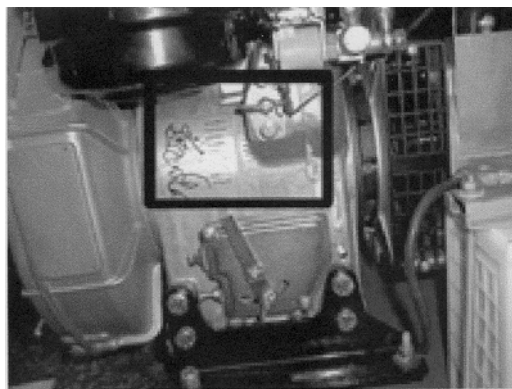

Рис. 2
- останов при помощи рычага декомпрессора (рис. 2). Для быстрого останова двигателя рычаг декомпрессора (находится слева, если смотреть со стороны генератора) необходимо повернуть против часовой стрелки и дождаться полного останова.